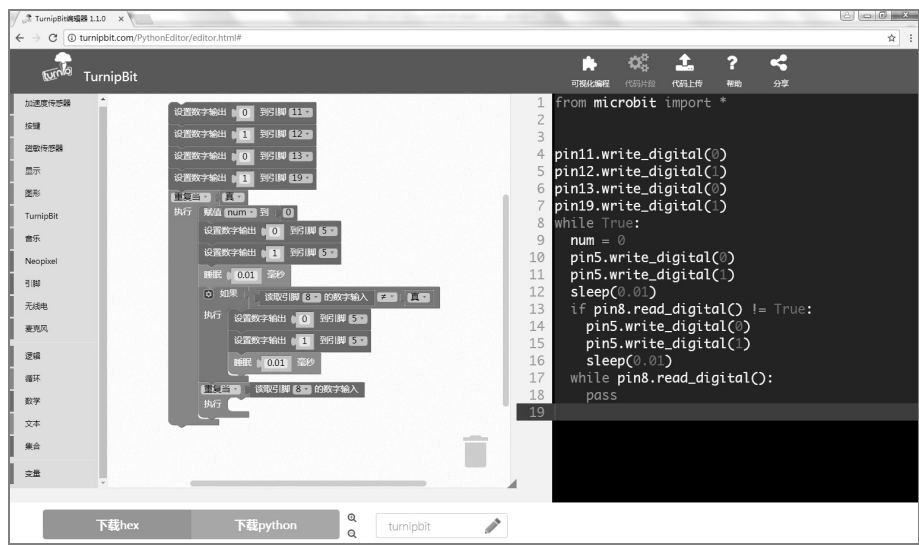

图 12-30 超声波测距
③ 接下来需要完成检测障碍物的功能，这部分需要超声波模块来实现。我们需要在无限循环内添加检测障碍物的内容，让避障车一直不断地检测与前方障碍物之间的距离，如图 12-30 所示。